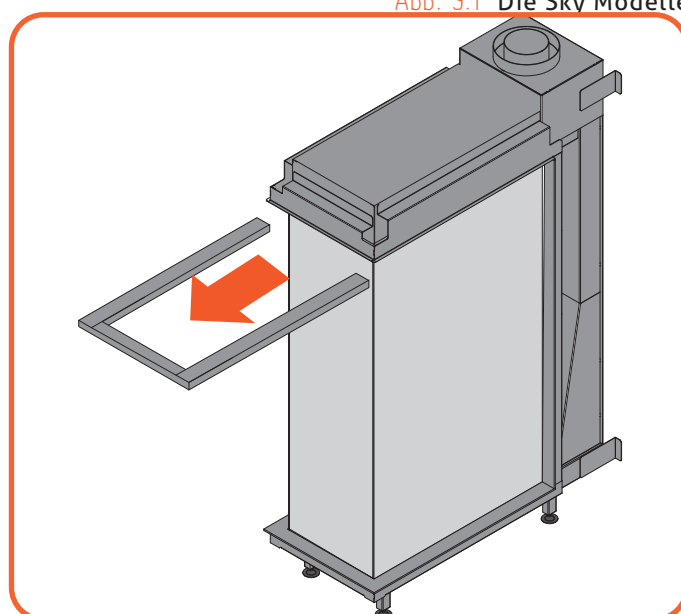

Abb. 9.3 Demontage der oberen Verkleidung
- Nehmen sie die obere Verkleidung ab (Abbildung 9.3).